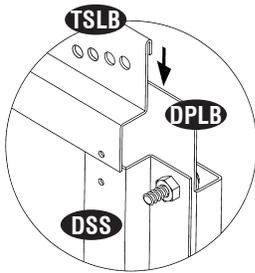
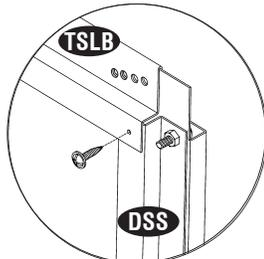

Fig.1
Fig.2
10. Fije el cubrejunta superior (TSLB) a la puerta. Compruebe que el borde superior de la hoja de la puerta se encuentra dentro del cubrejunta (TSLB), como se indica en fig. 1. Fije el cubrejunta superior (TSLB) al lateral (DSS) y al panel puerta utilizando tornillos (S1). Vea fig. 2. Fije el otro extremo del cubrejunta superior al cubrejunta cruzado a través del panel puerta utilizando tornillos (S1).